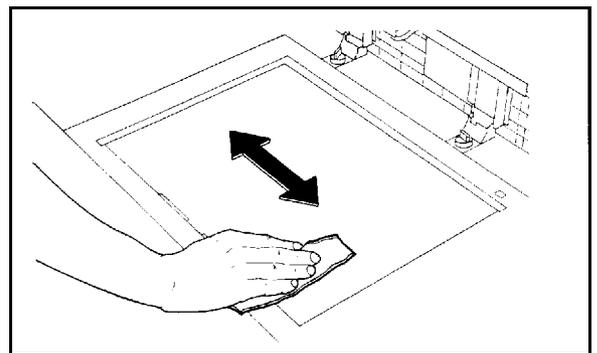

Fig. 3: Pulizia della lastra di esposizione
- 2 Sfregare la lastra con il panno nel senso della lunghezza, come illustrato in Fig. 3. Fare attenzione a non toccare il vetro con le mani.